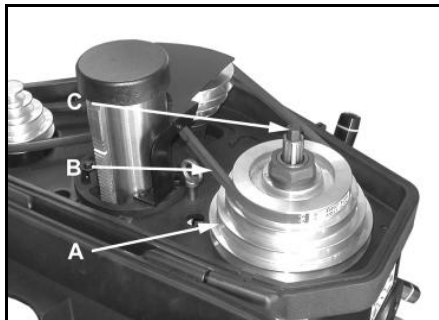

Fig 9
Mettre la machine en route avec le bouton vert. (A, Fig 9).
Tenir fermement la poulie de la courroie (B, Fig 9) et dégager la barre d'entraînement (C) avec une clé à fourche.